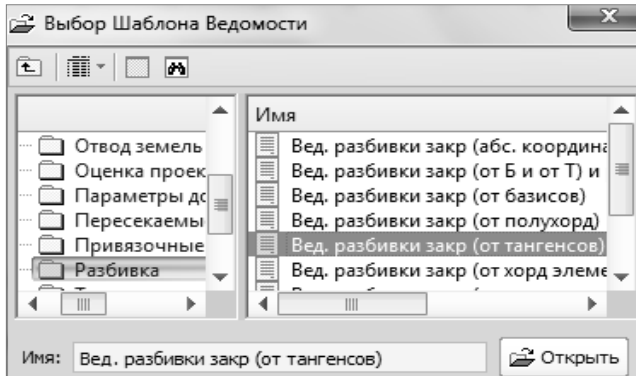

Рис. 9.9
- В окне параметров в поле строки **Имя шаблона** при помощи кнопки выбора откройте диалог **Выбор шаблона ведомости** и укажите нужный шаблон (рис. 9.9).